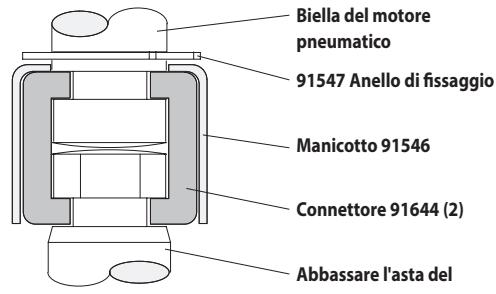

Figura 2
4. Utilizzando le pinze dell'E-ring, allontanare l'E-ring facendolo scivolare verso l'alto quanto basta per consentire al manicotto di spostarsi in alto, liberando i due connettori (vedere la Figura 2).